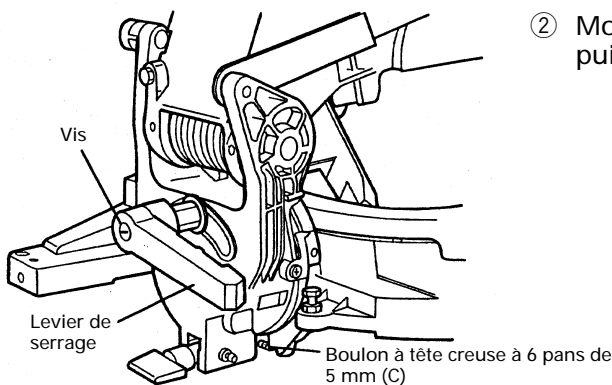

Fig. 7
- ② Monter le levier de serrage sur le collier de poignée, puis serrer la vis comme indiqué à la Fig. 7.
Lorsque l'outil électrique quitte nos usines, il est réglé pour un angle de coupe en biseau de 0° vers la droite, de 45° vers la gauche, et pour un angle de coupe en biseau de 45° vers la droite avec le boulon de 6 mm (A), le boulon de 6 mm (B) et le boulon à tête creuse à 6 pans de 5 mm (C) (voir Fig. 7).
Pour modifier ce réglage, régler la hauteur du boulon de 6 mm (A), du boulon de 6 mm (B) et du boulon à tête creuse à 6 pans de 5 mm (C) (voir Fig. 7) en les tournant.